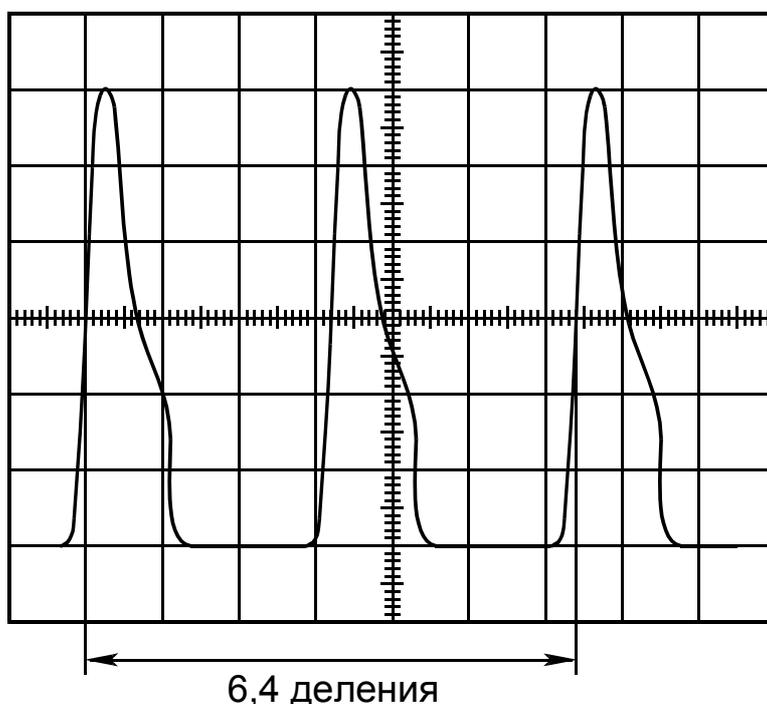

Рис. 10. Измерение частоты периодического сигнала
**ПРИМЕР.** Длительность двух периодов наблюдаемого сигнала составляет 6,4 деления (рис. 10); переключатель « **время/дел.** » установлен в положение « **10  $\mu$ S** », а переключатель «  **$\times 1$ ;  $\times 0,2$**  » – в положение «  **$\times 1$**  ».